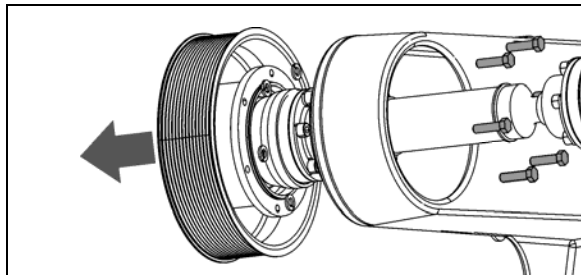

FIGURE 35 : DÉMONTAGE DE LA POULIE D'ENTRAÎNEMENT DU VENTILATEUR
2. Démontez la poulie d'entraînement du ventilateur. Accédez aux 6 vis de fixation de l'arrière de la poulie, par l'ouverture dans le support d'aluminium (Figure 35).
3. Dévissez et retirez les boulons (6) de montage de l'arbre au niveau de l'embrayage du ventilateur.